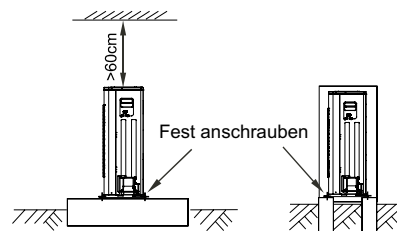

Abb. 5-1
- Gemäß den Anforderungen an das Außengerät ist ein Betonfundament herzustellen. (s. Abb. 5-1)
- Um ein Umkippen im Falle von Erdbeben oder starken Winden zu vermeiden, sind die Füße des Gerätes festzuschrauben. (s. Abb. 5-1)